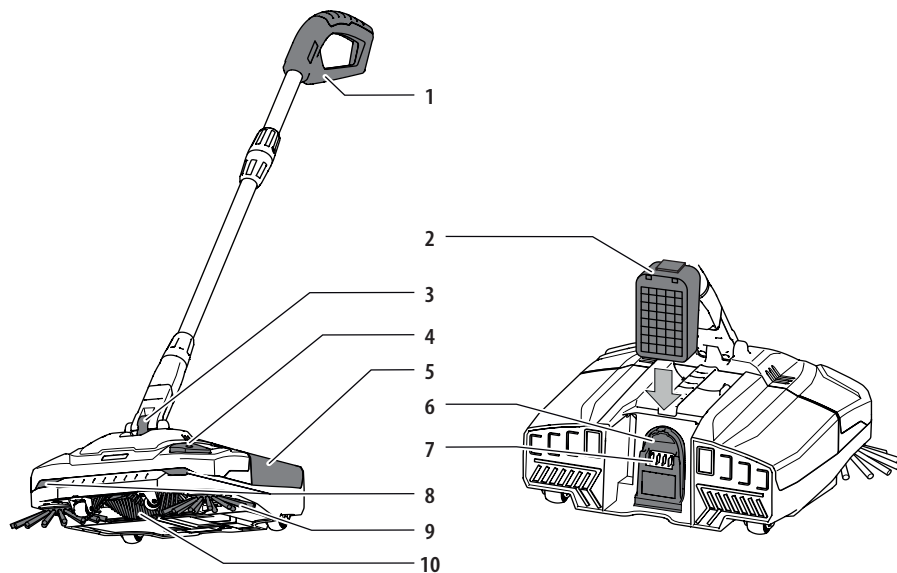

Fig. 1: Barredora a batería en posición de trabajo
- En posición de trabajo, el mango se mueve libremente (véase la Fig. 1).
- Inserte la batería en el portabaterías del aparato hasta que la batería encaje con un "clic" (véase la Fig. 1).